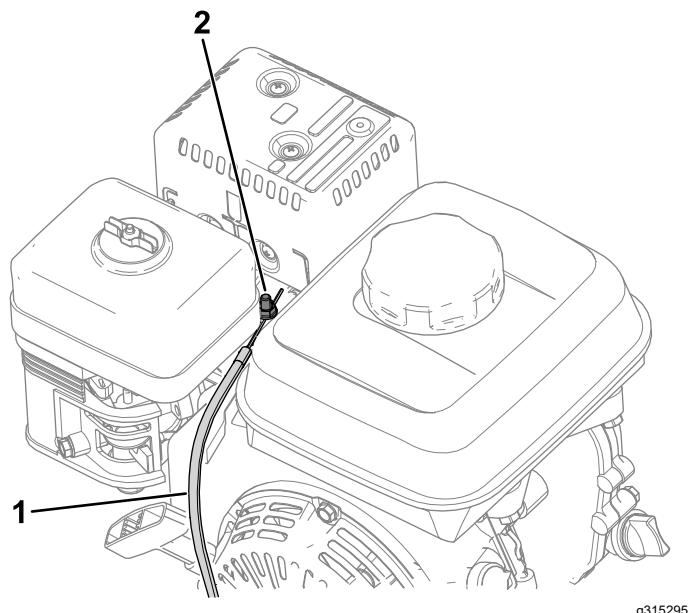

Рисунок 39
4. Ослабьте винт зажима канала троса (Рисунок 39).